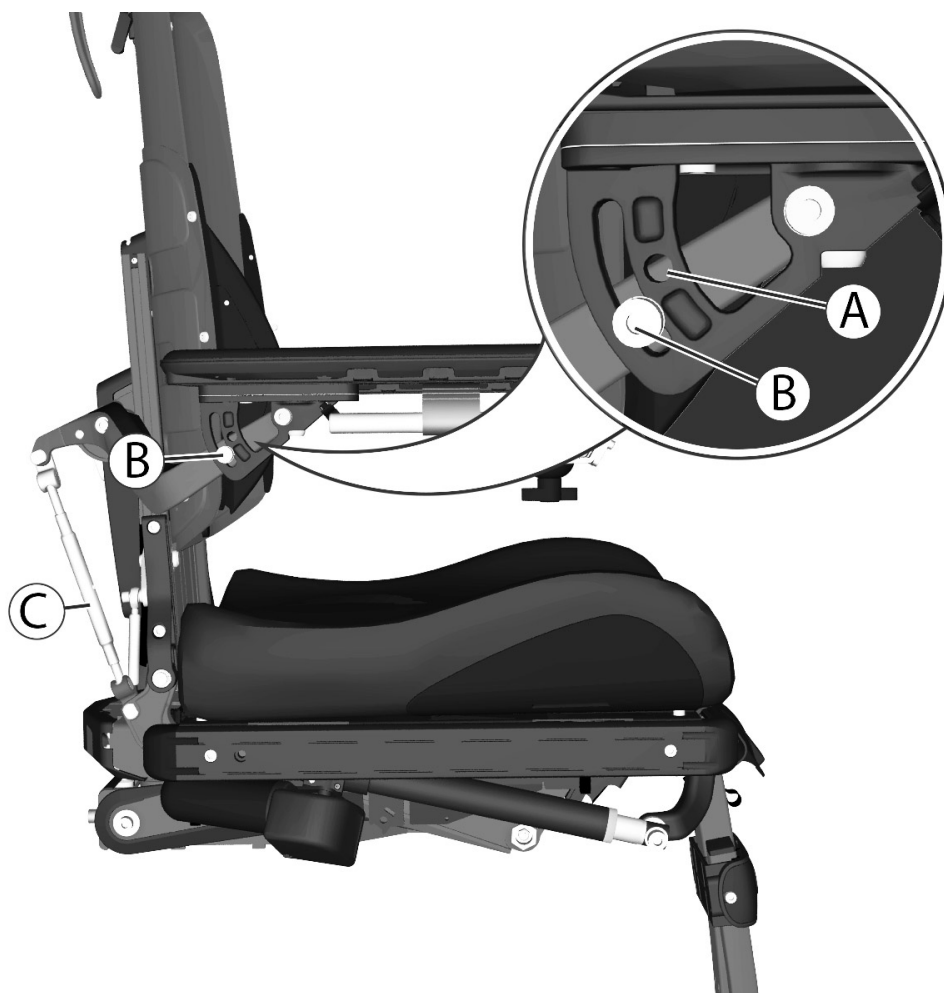

Abbildung 203. Individuelle Einstellung der Armlehnenhöhe und des Armlehnenwinkels.
1. Die Höhe der Armlehne wird durch Drehen der Einstellstange (C) justiert. Siehe Abbildung. 203.
2. Der Winkel der Armlehne wird mit einer Schraube fixiert. Schraube von der festen Position (A) in die flexible Position (B) bringen. Siehe Abbildung. 203.
3. Gewünschten Winkel der Armlehne durch Festziehen der Schraube einstellen. Siehe Abbildung. 203.